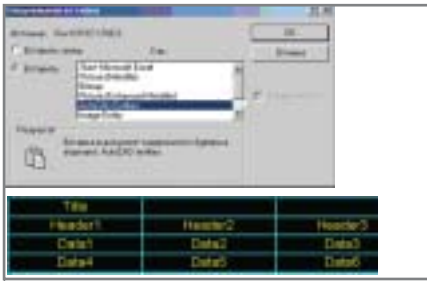

Рис. 35. Диалоговое окно *Специальная вставка* и результат вставки таблицы в AutoCAD
*Entities* (рис. 35), вставляем таблицу в чертеж.